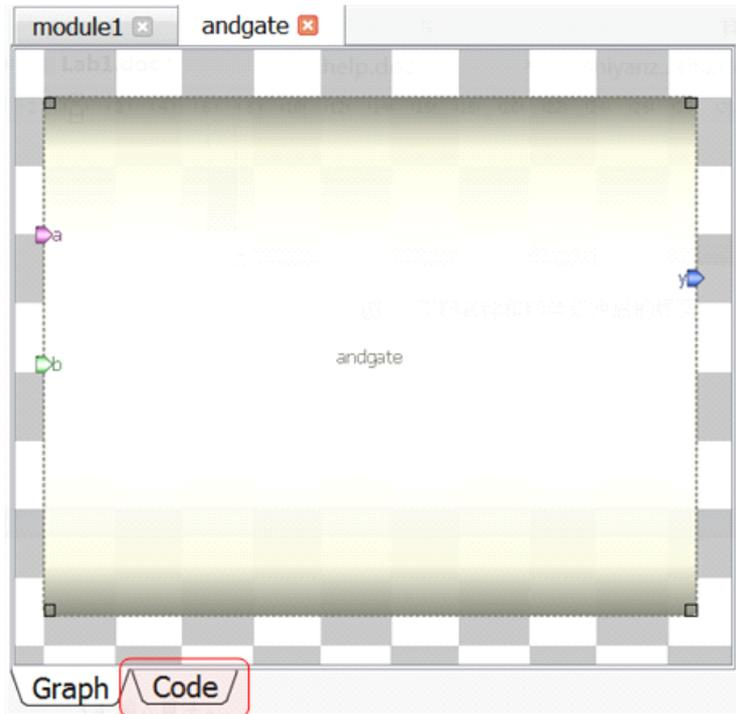

图 6. 点击 Code 输入算法
3) 输入算法。点击模型下方的 Code（如图 6 所示）进入代码设计区。